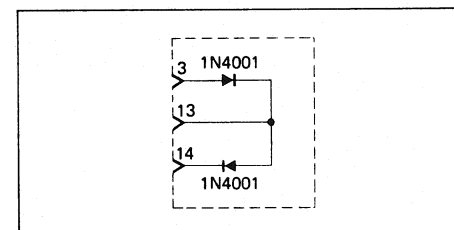

Fig. 4.2
- Circuit adaptateur selon la fig. 4.2.
- Placer le circuit adaptateur construit selon la fig. 4.2 à la place du BIAS CONTROL PCB.